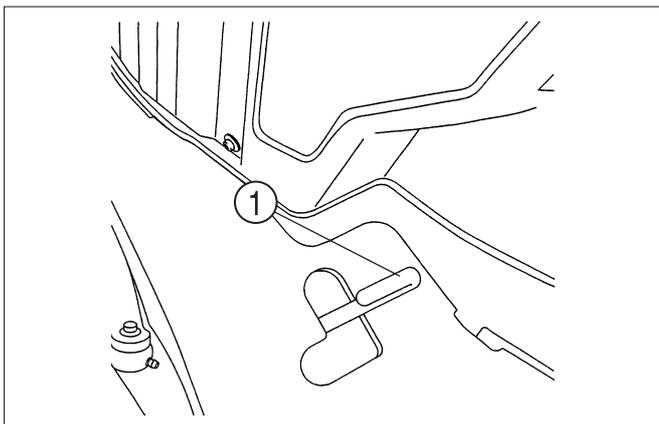

FIG. 21
**FIG. 21 :** Lorsque l'on appuie sur la pédale de blocage de différentiel ①, les deux ponts arrière sont bloqués l'un par rapport à l'autre pour donner une traction égale sur les deux roues arrière. Ceci est particulièrement important lorsque vous travaillez sur un sol meuble ou glissant.